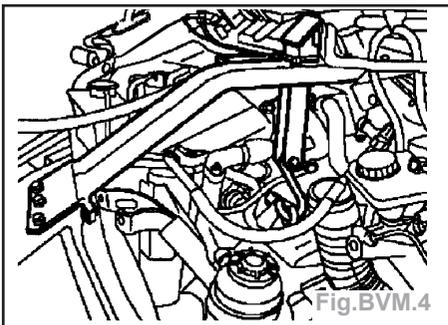

Fig.BVM.4
- Mettre en place le dispositif de maintien du moteur, puis l'accrocher au support du moteur et le mettre légèrement sous tension (Fig.BVM.4).